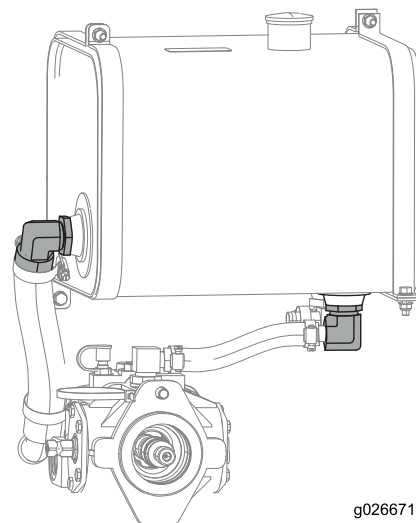

Figure 48
10. Déposez les adaptateurs coudés et déposez puis nettoyez les crépines à l'air comprimé (Figure 48).